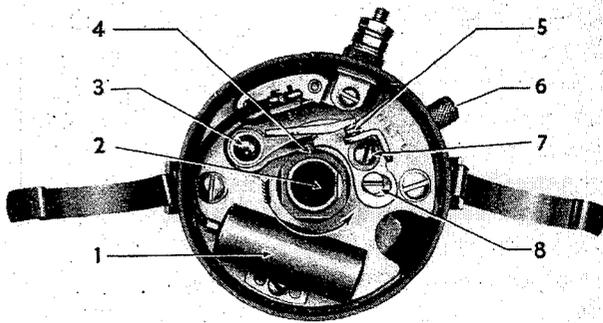

Fig. 9 Zündverteiler
4. Kontrolliere den Zündverteiler. Entferne den Kopf, reinige ihn gründlich und prüfe ihn auf Risse und Kohlenläufe hin. Prüfe die Antriebsachse auf ausgelaufene Lagerstellen hin. Übersteigt das Spiel  $.005'' = 0,127 \text{ mm}$ , sind die Büchsen zu ersetzen. Die Spannung der Feder des Unterbrecherhammers muss 17 bis 20 Unzen =  $0,48 \text{ bis } 0,56 \text{ kg}$  betragen. Auch müssen die Unterbrecherkontakte sauber sein, vollen Kontakt machen und im rechten Winkel zueinander stehen. Der Abstand muss  $.020'' = 0,51 \text{ mm}$  betragen, was durch Lösen der Befestigungsschraube, Nr. 7 in Fig. 9, und entsprechendes Drehen der Excenterschraube Nr. 8 erreicht wird. Überzeuge Dich, dass der Fiberblock beim Messen auf der höchsten Stelle des Nockens steht und prüfe den Abstand nach dem Festziehen der Schraube erneut. Ebenso sind Masse und Verbindungen des Kondensators zu kontrollieren.